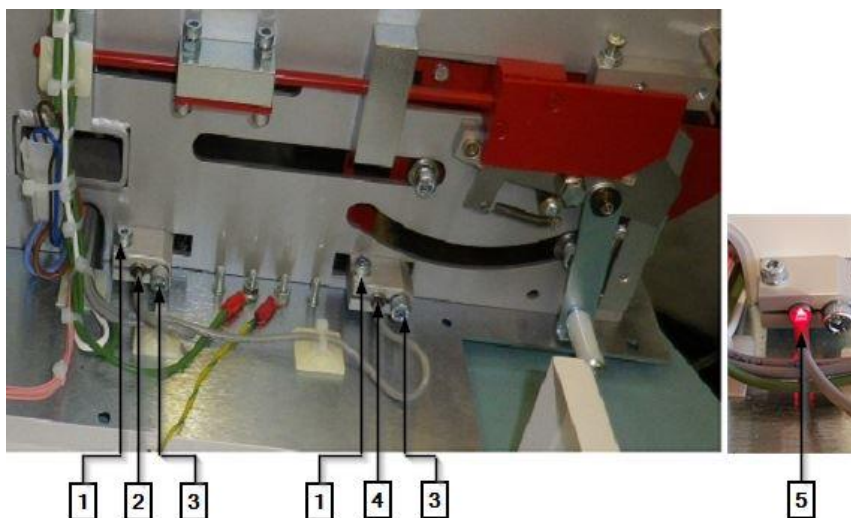

Abb. 69 : Montážní blok přibližovacího spínače
- ⇒ Povolte upínací šroub (3), (Abb. 69, strana 100) a montážní blok a vytáhněte přibližovací spínač.
- ⇒ Odpojte konektory **J14** (1) a **J16** (2) z řídicí karty PCB.
- ⇒ Opět připojte konektory **J14** (1) a **J16** (2).